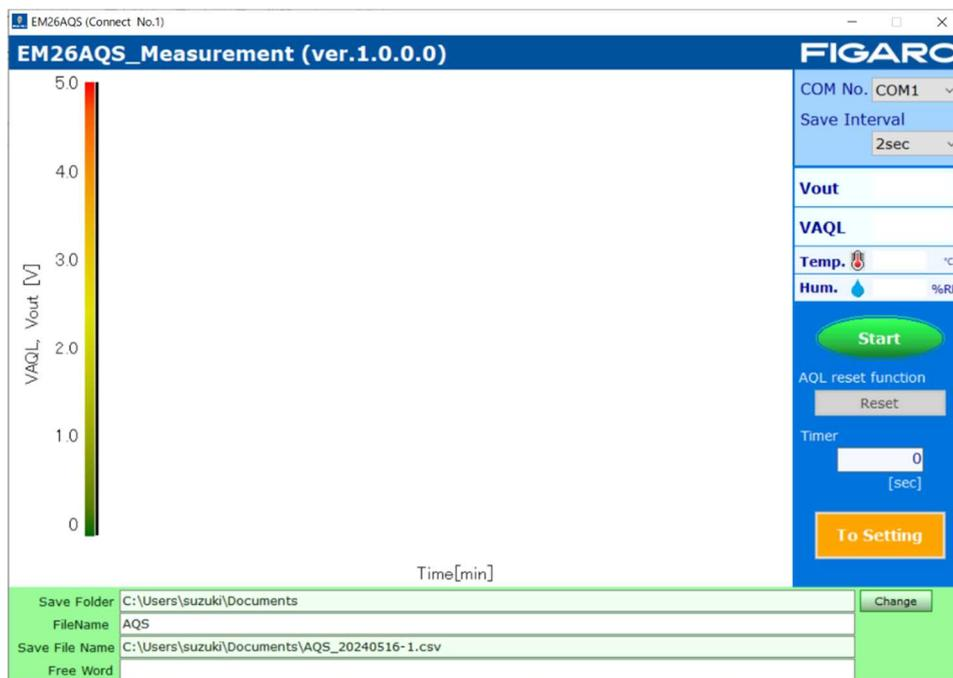

图 3 APP 启动画面
- ③ 将 EM26AQS 上的 SW1（电源输入切换开关）调到 CN3_ON 位置。
- ④ 双击下载安装到 PC 的专用 APP 图标「EM26AQSMeasure.exe」，将显示如图 3 所示的启动画面。